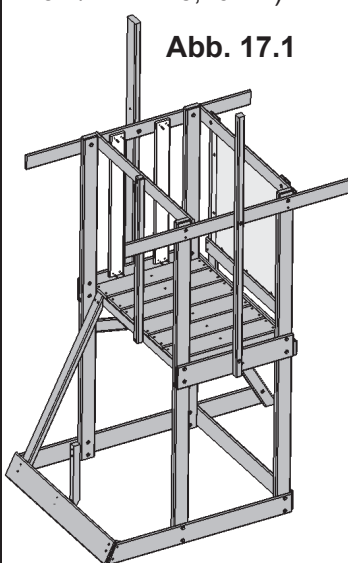

Abb. 17.1
**A:** Befestigen Sie an der schaukelseitigen Wand links und rechts von der (2782) Schaukelhalterung je ein (0304) Brüstungsbrett. Verwenden Sie hierfür je vier (S1) #8 x 1-1/8" (29 mm) Holzschrauben. Achten Sie darauf, dass ein Abstand von 1" (2,54 cm) zur (1774) Bodendiele mit Aussparung und ein Abstand von 3" bzw. 7,62 cm (maximal 3-1/4" bzw. 8,26 cm) zwischen jedem (1771) Pfosten und (0304) Brüstungsbrett vorhanden ist. (Abb. 17.1 und 17.2)